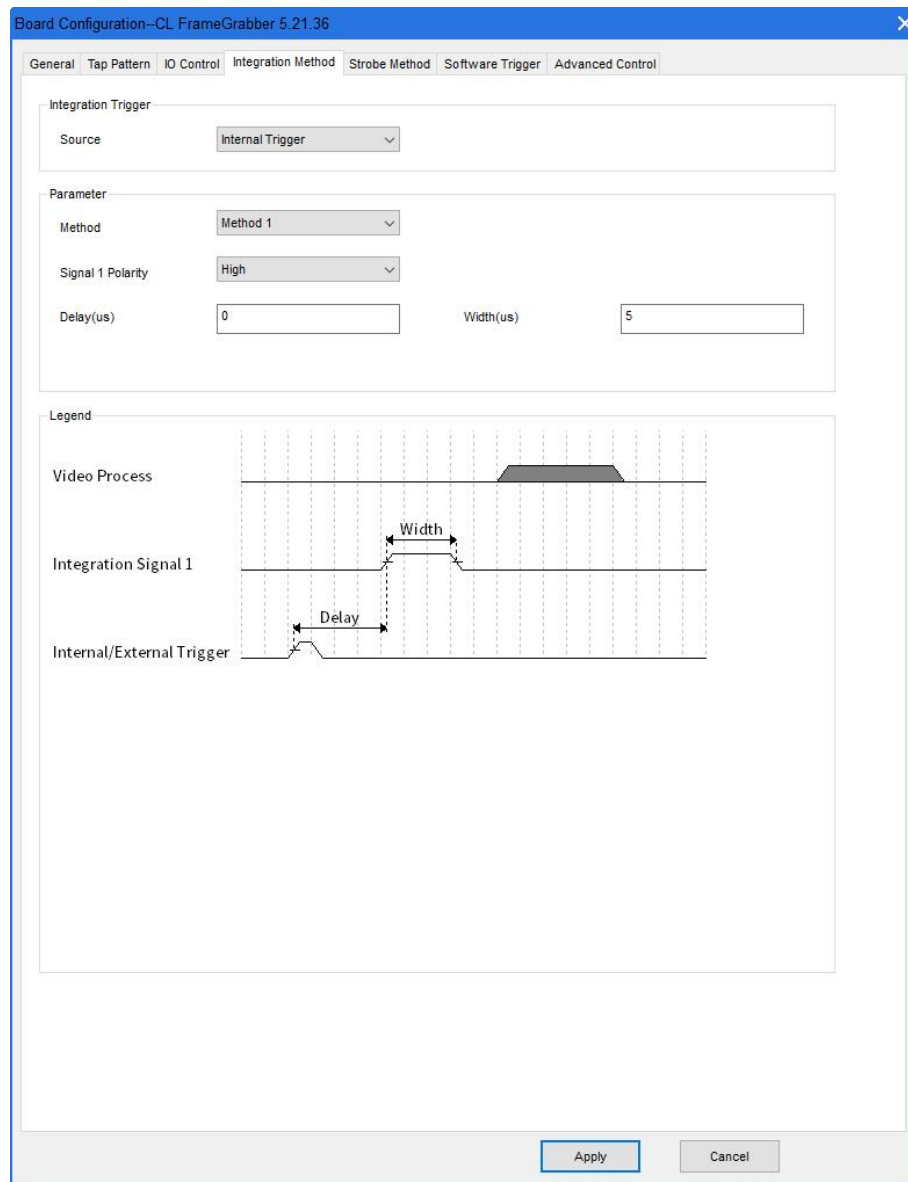

图 31 “Integration Method” 界面
(4) 在采集卡配置对话框的“Integration Method”界面，按图 31 进行参数设置。